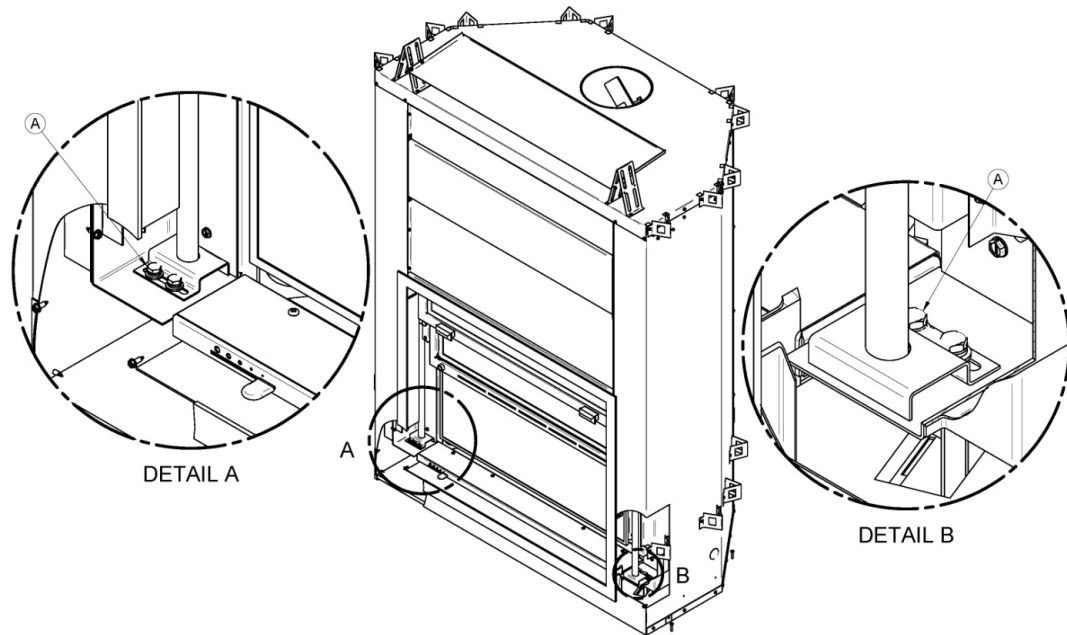

Figure 29
3. Dévissez les deux boulons (A) qui sont situés en bas à gauche de la porte (**Figure 29**).
2. Dévissez une des deux vis (A) qui sont situées en bas à droite de la porte grillagée (**voir Figure 29**).